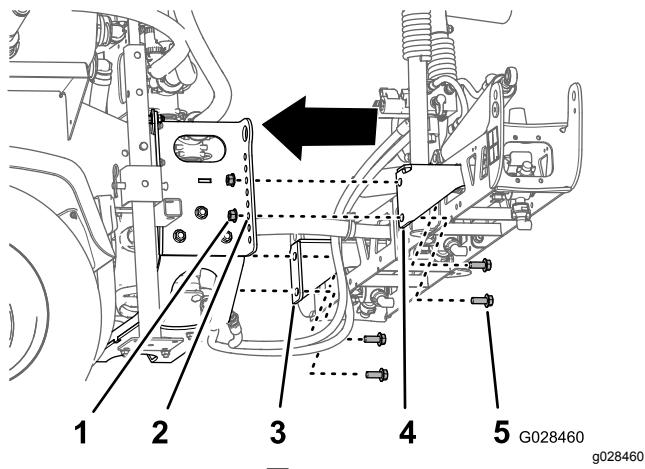

図 39
2. センターブームアセンブリの取り付けブラケットの底部にある穴を、スキッドフレームのブームサポートの下から3番目の穴に、図39のように整列させる。